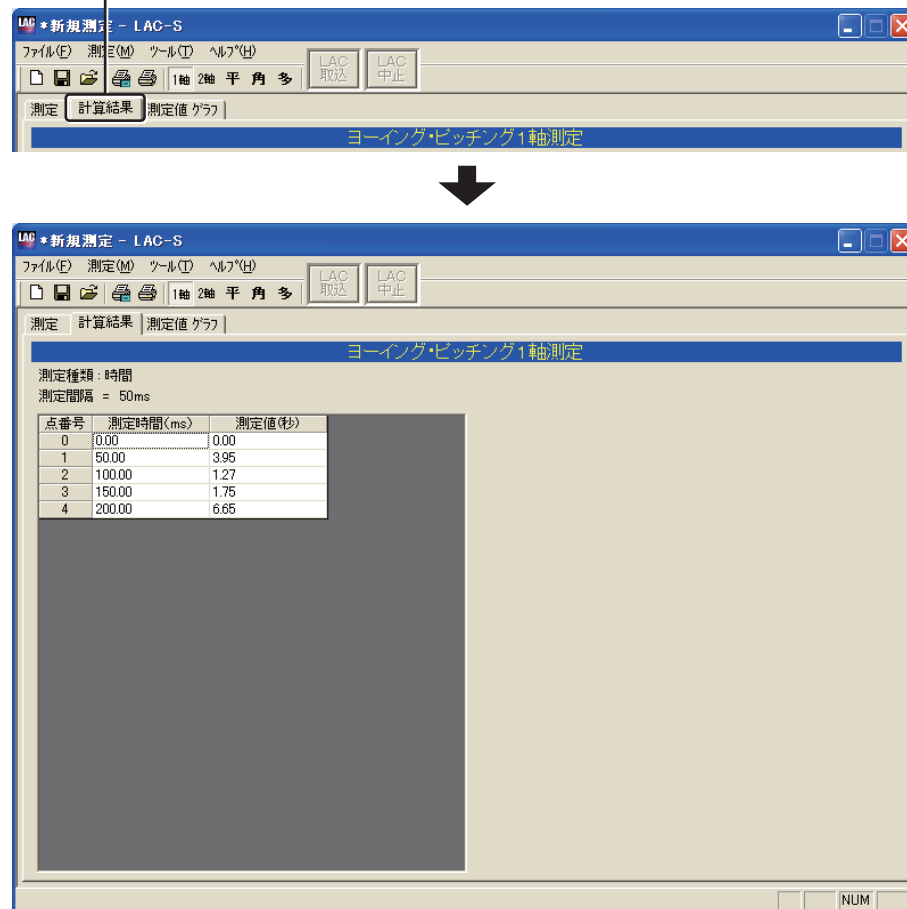

図5-5-13
5.5.2で行った「計算結果」を表示します。真直度1軸測定画面の「計算結果」タブをクリックすると「計算結果」が表示されます(図5-5-13)。